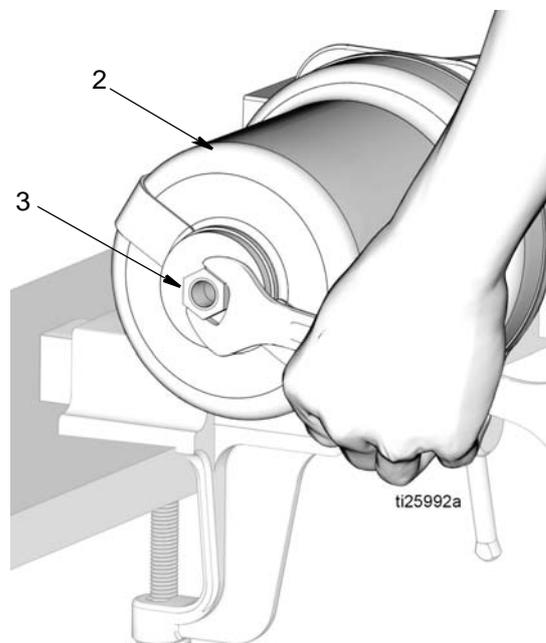

FIG. 15
12. Rimuovere il dado di fermo del pistone (3) dalla parte superiore della cilindro pneumatico (2) (FIG. 15).